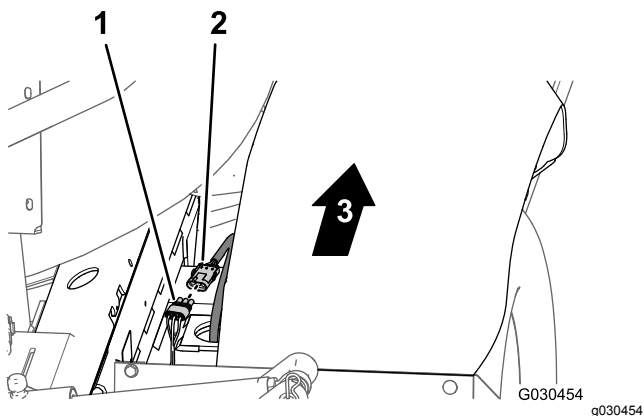

Figure 36
- À l'arrière de la machine (entre le tube de cadre droit et l'aile droite), débranchez le connecteur à 3 broches du faisceau du capteur de vitesse sur le moteur de traction hydraulique droit du connecteur à 3 douilles du faisceau principal arrière (Figure 36).